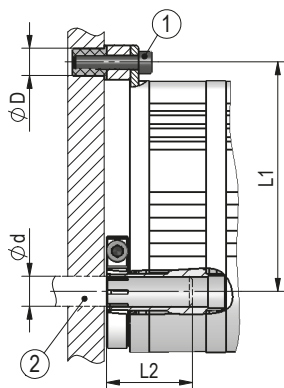
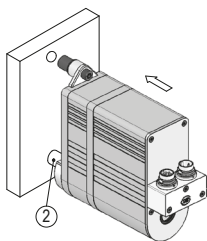
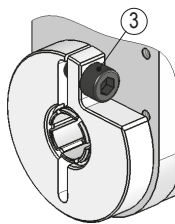
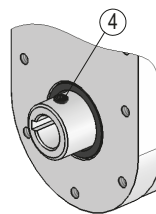

Abb. 1: Einbaumaße
Abb. 2: Montage
Abb. 3: Anzugsmoment Schrauben
Abb. 4: Welle mit Passfedernut
- ▶ Sorgen Sie für einen geringen Wellen- und Winkelversatz zwischen Welle und Aufnahmebohrung durch geeignete Fertigungsmaßnahmen (siehe **Abb. 1** + **Tab. 1**).
Vorbereitung Montage (Abb. 1, Abb. 2, Abb. 3):
Montage (Abb. 1, Abb. 2, Abb. 3, Abb. 4):